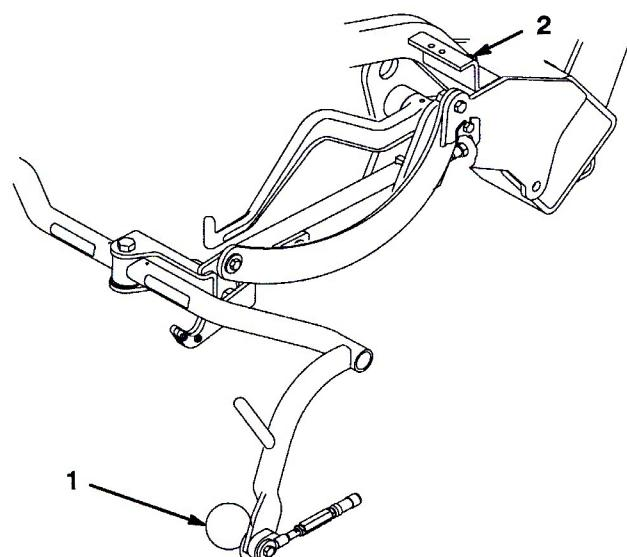

図10
- 調整が必要な場合には、キャリア・フレームのストップねじ(図10)についているジャムナットをゆるめ、ストップねじの高さを変えてキャリア・フレームの高さを調整する。調整ができたらジャムナットを締めて調整を固定する。